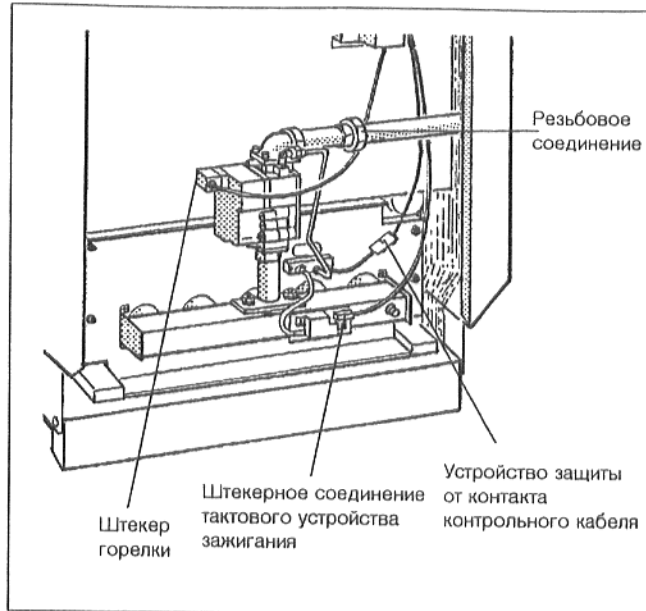

Рис. 29: Газовая горелка с арматурой "BM" 762-012
- Отсоединить резьбовое соединение газовой горелки от подводящей линии (Рис. 29).
- Ослабить винт на штекере горелки и вынуть штекеры горелки (Рис. 29).
- Отключить штекерное соединение на тактовом устройстве зажигания (Рис. 29).
- Снять защиту от контакта на контрольном кабеле (Рис. 29) и отключить штекерное соединение.